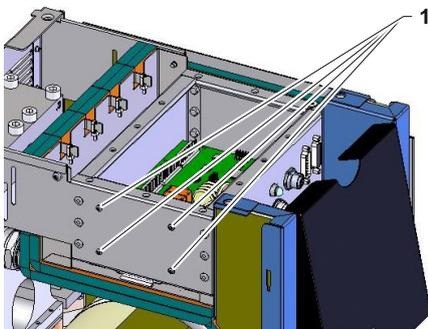

Abb. 2: Netzteil Vario-5
- 4x Schrauben (Kennzeichnung 1 → Abb. 2) entfernen
- Ersatz Netzteil (TC 3) im Elektroteil mit 4x Schrauben (Kennzeichnung 1 → Abb. 2) befestigen.